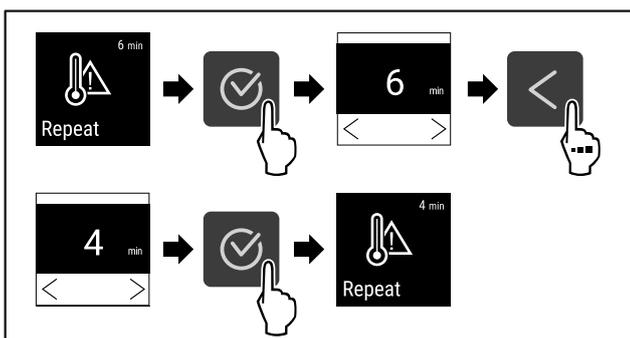

Fig. 129
- ▶ Handlungsschritte (siehe Fig. 129) durchführen.